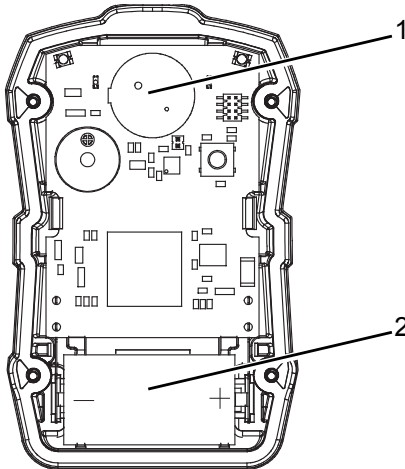

Fig. 14 Sustitución del sensor y de la batería
- (1) Asegúrese de que el dispositivo esté apagado.
- (2) Quite los cuatro tornillos del armazón y quite la mitad frontal para que el sensor quede descubierto (este se encuentra en la parte de arriba del dispositivo, cerca de las luces de alarma → Fig. 14).
- (3) Levante delicadamente el sensor y deséchelo.